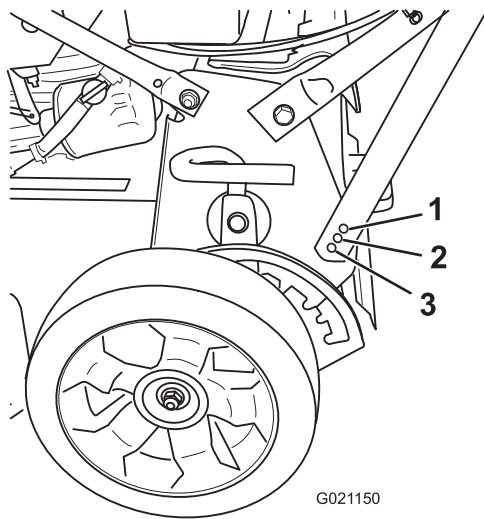

Bild 6
2. Entfernen Sie die Holmschraube und setzen sie in eines der drei Löcher an der Unterseite der Holmhalterung ein (Bild 6).